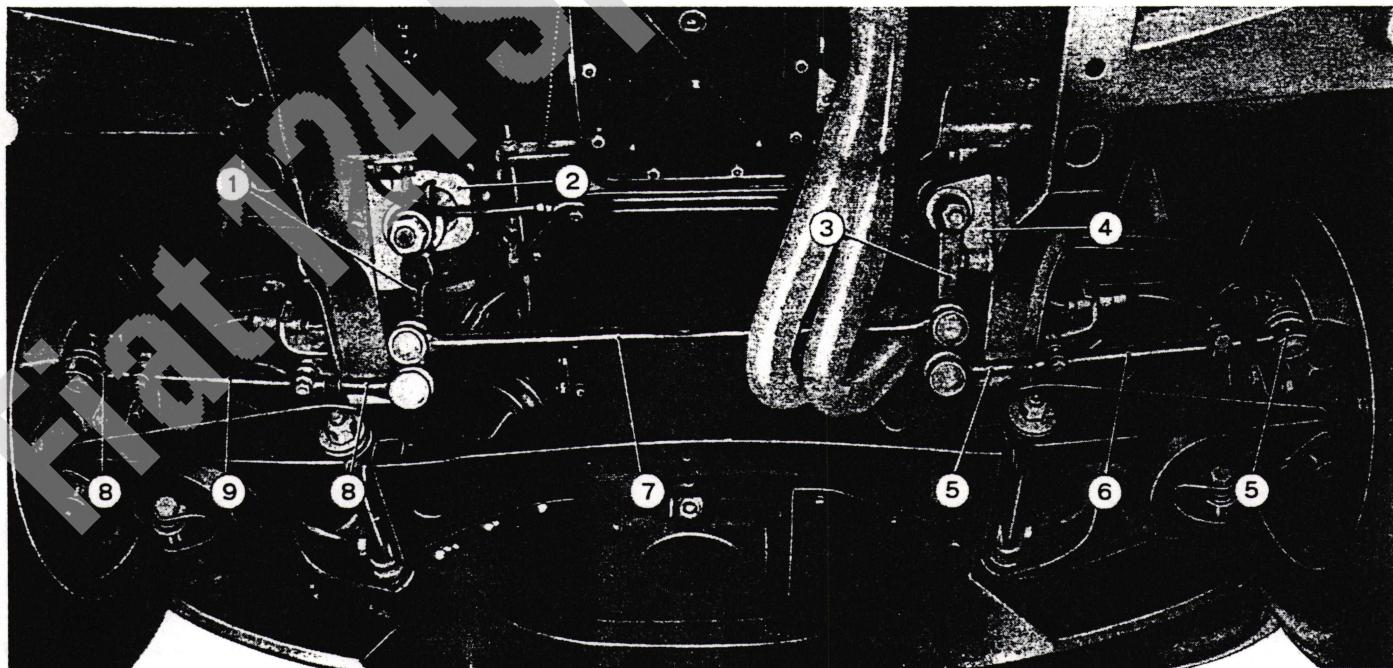

Abb. 52. - Ansicht des am Fahrzeug montierten Lenkgestänges.
Der Lenkstockhebel, der an der Lenkrollenwelle befestigt ist, betätigt eine Lenkspurstange (7, Abb. 52), welche am gegenüberliegenden Ende am Hebel 3 befestigt ist.
Die seitlichen Spurstangen sind aussen durch Kugelgelenke mit den Spurstangenhebeln verbunden, und nnen einmal am Lenkstockhebel (8, Abb. 52) und auf der anderen Seite (5) am Lenkzwischenhebel (3), der gleichzeitig als ein hydraulischer Stoßdämpfer ausgebildet ist. Der hydraulische Stoßdämpfer (4, Abb. 50), der am rechten Längsträger im Motorraum befestigt ist, genau gegenüber dem Lenkgehäuse, absorbiert die Schwingungen, die sich schädlich auf das Lenksystem auswirken würden.
Die beiden seitlichen Spurstangen sind versehen mit Einstellmuffen (9 und 6, Abb. 52) zur Einstellung der Vorspur der Vorderräder.